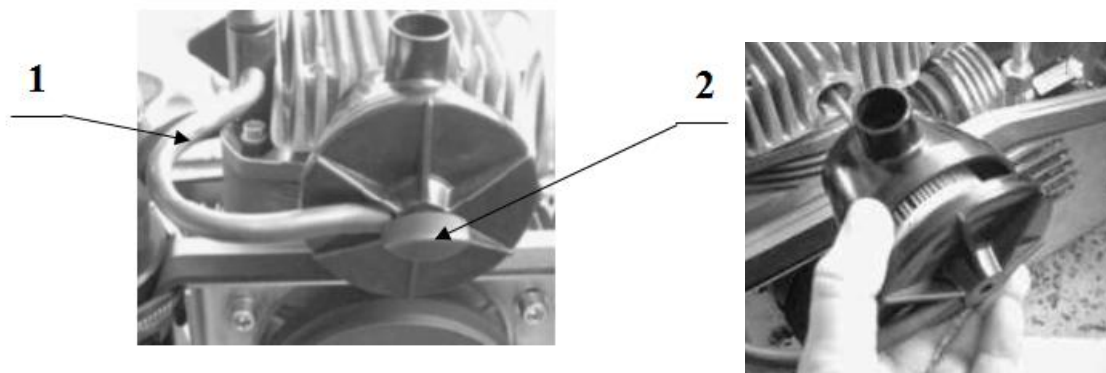

Рисунок 11 - Всасывающий фильтр Рисунок 12 -Снятие всасывающего фильтра
- снять трубку вентиляции картера 1 (рисунок 11);
- открутить гайку 2 (рисунок 11);
- установить на место трубку вентиляции картера 1 (рисунок 11).